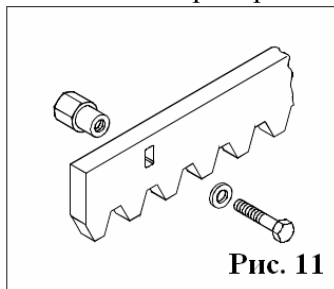

Рис. 11
5.4.1 Крепление стальной зубчатой рейки сваркой (рис. 11)